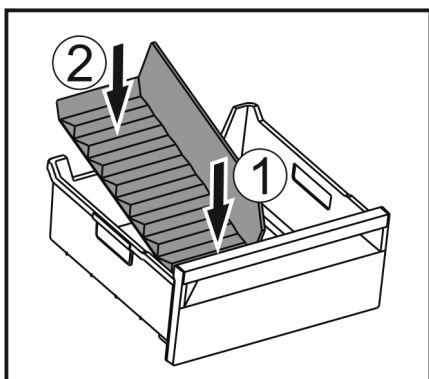

Fig. 139
- ▶ Spustite stražnji dio pregrade ladice za led do dna ladice. Fig. 139 (2)
- ▶ Umetnite prednji dio pregrade ladice za led. Fig. 139 (1)